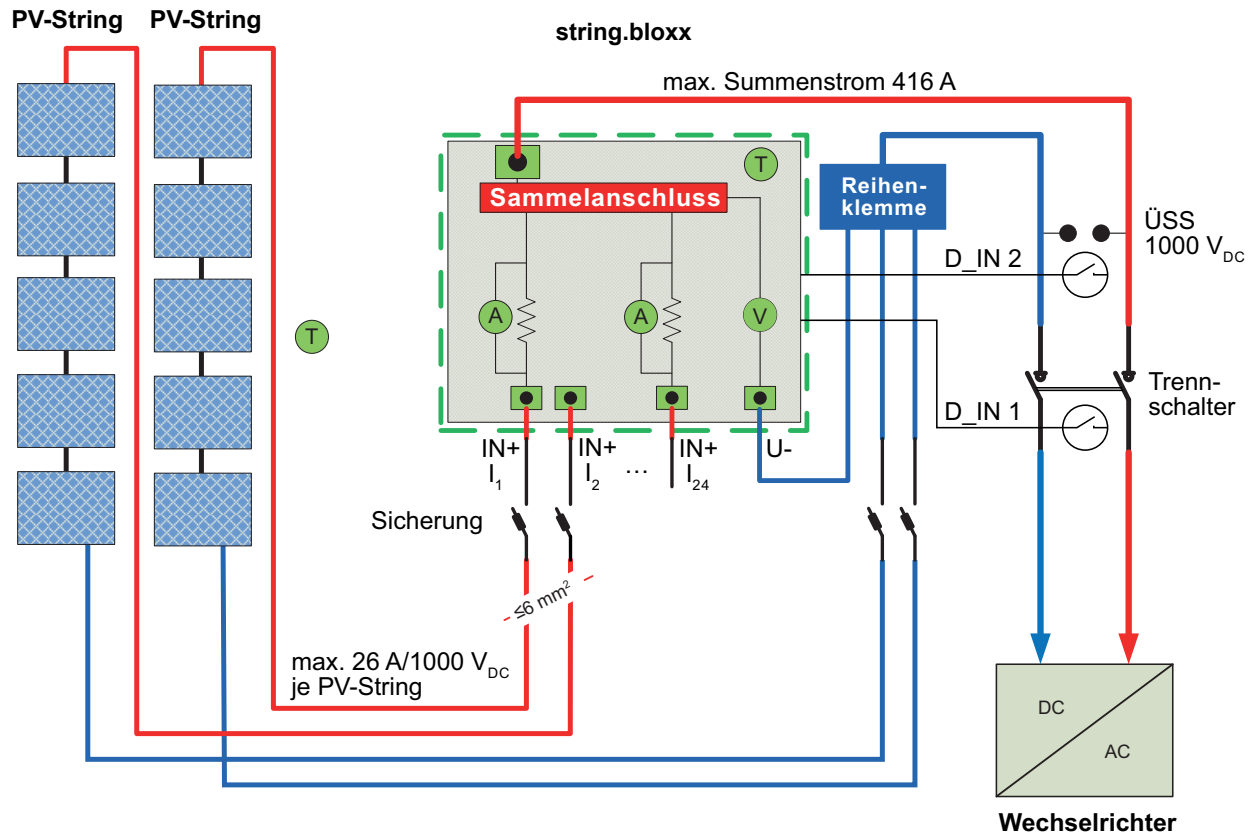

Abb. 3-1: Typische Verschaltung; ÜSS = Überspannungsschutz.
Ein typisches Beispiel für die Verschaltung des string.bloxx-Moduls 124 innerhalb einer Solaranlage zeigt Abb. 3-1.
8. Schließen Sie die Leitung für die Messung der Gesamtspannung an U- an („Reihenklemme“ in Abb. 3-1).